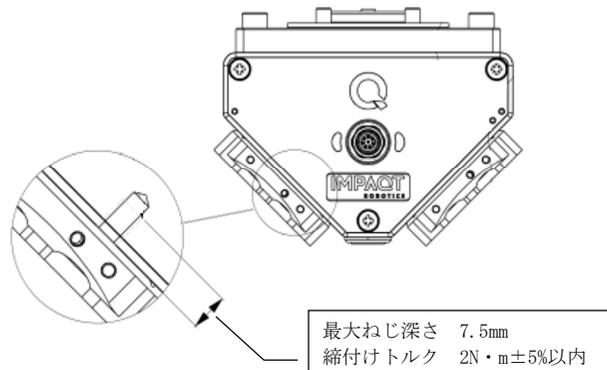

図 8
IMR-PQ180 には 2 つのツール取付面があり、それぞれにツールアダプター（別売り）が必要です。ツールアダプターを取付ける際は、付属されているボルト・ピン・O リングを使用し、締め付けトルクは  $2\text{N}\cdot\text{m}\pm 5\%$  以内にて締付してください(図 8)。
- 1、ツールアダプターの最大ねじ込み量、締付けトルクは図 8 (p. 15) に記載されています。